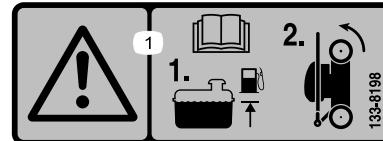

Bild 19
1. Stellen Sie sicher, dass der Stand des Kraftstoffs im Kraftstofftank nicht höher ist, als vom Motorhersteller empfohlen, siehe den Motoraufkleber des Herstellers auf dem Motor (Bild 19).